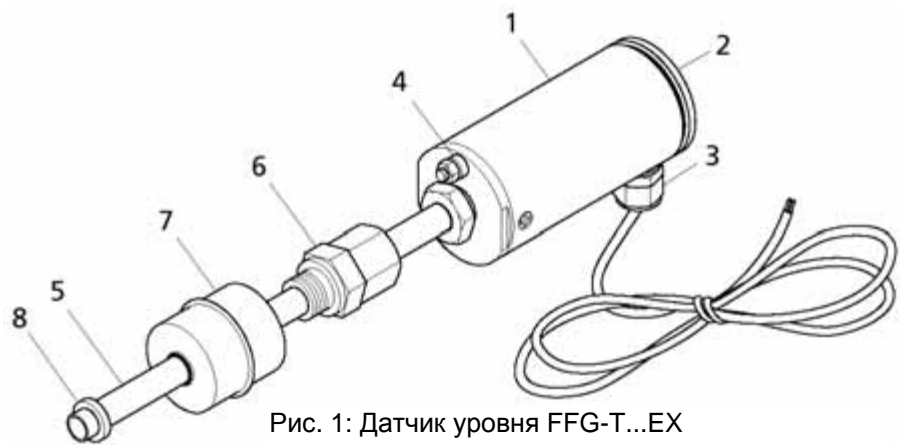

Рис. 1: Датчик уровня FFG-T...EX
На рис. 1 изображён монтаж FFG-T...EX с резьбовым соединением. В головке датчика (1) FFG-T...EX находятся элементы присоединения и настройки, защищённые крышкой (2). Электрическое подсоединение осуществляется через кабельный ввод M16x1,5 (3) сбоку на головке датчика и через зажим заземления(4), находящийся внизу на головке датчика. На скользящей трубке (5) расположена деталь с винтовой резьбой (6) (резьбовое соединение с нарезным кольцом G1/2, SW27) или фланец (не изображён) для изменения высоты положения при монтаже в резервуаре. Поплавок (7) служит для постоянного измерения высоты наполнения контролируемой среды или уровня раздел фаз. Он держится на скользящей трубке с помощью установочного кольца и кольца для защиты от спадания (8) .